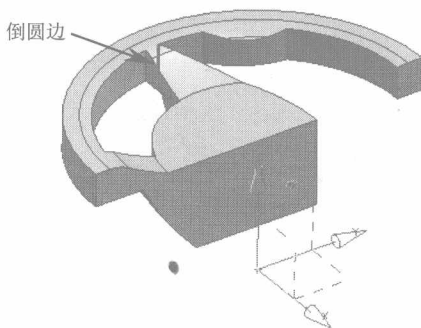
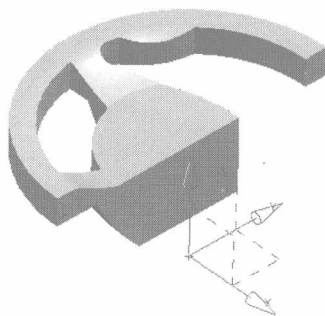

图1-11
图1-12
1. 在菜单栏中选取【插入】/【细节特征】/【边倒圆】命令，弹出【边倒圆】对话框，选取图 1-11 所示的实体边缘作为倒圆边，输入圆角半径为“1”，单击 **确定** 按钮创建边倒圆特征，如图 1-12 所示。